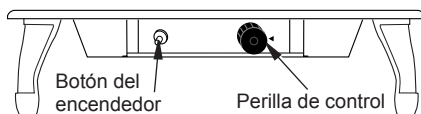

Figura 16 - Ubicación de la perilla de control y del botón del encendedor
4. Espere cinco (5) minutos a que se disipe el gas. Luego acérquese para ver si percibe olor a gas, incluso cerca del suelo. Si percibe olor a gas, ¡DETÉNGASE! Siga el punto "B" en la información de seguridad, en la columna 1. Si no percibe olor a gas, continúe con el siguiente paso.
5. Gire la perilla de control en sentido contrario al de las manecillas del reloj  hasta la posición PILOT (piloto). Presione la perilla de control durante 5 segundos (consulte la figura 16, página 16).